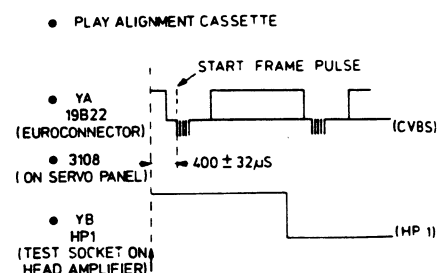

Fig. 1
- 3108 dahin regeln, dass die positiv verlaufende Flanke in dem HP1–Signal sich 400 μ s $\pm$ 32 μ s (etwa 5 1/2 Linien) vor der Vorderflanke des Rasterimpulses befindet (siehe Bild 1).
- Adjust 3108 so that the positive going edge in the HP1 signal is leading $400 \mu s \pm 32 \mu s$ ($\approx 5 \frac{1}{2}$ lines) (see Fig. 1) relative to the leading edge of the frame pulse.
- Ajuster 3108 pour que le flanc en sens positif du signal HP1 se trouve en avance de 400 μ sec $\pm$ 32 μ sec ($\approx$ 5 1/2 lignes) sur le flanc avant de l'impulsion de trame (voir fig.1).
- Regel 3108 af zodat de positief gaande flank in het HP1-signaal zich $400 \mu\text{sec} \pm 32 \mu\text{sec}$ ($\approx 5 \frac{1}{2}$ lijnen) vóór de voorflank van de rasterpuls bevindt (zie fig. 1).